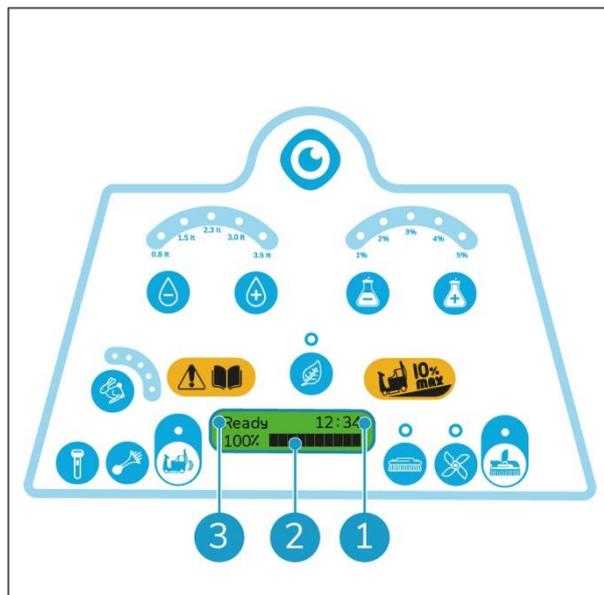

Abbildung 5
1. Akkuladestand anzeigen (Abbildung 5, Pos. 2)
2. Betriebsdauer in Stunden und Minuten anzeigen (Abbildung 5, Pos. 1)
3. Betriebsbereitschaft des i-drive melden („Ready“ (Bereit), Abbildung 5, Pos. 3)